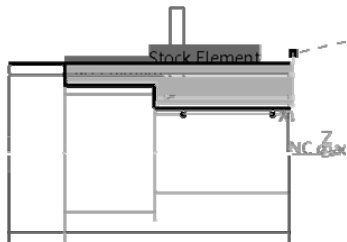

图 7-89 刀具路径轨迹（4）
- 单击“Rough Turning.1”对话框中的 Tool Path Replay 按钮，弹出“Rough Turning.1”对话框，同时在图形区显示刀具路径轨迹（4）如图 7-89 所示。